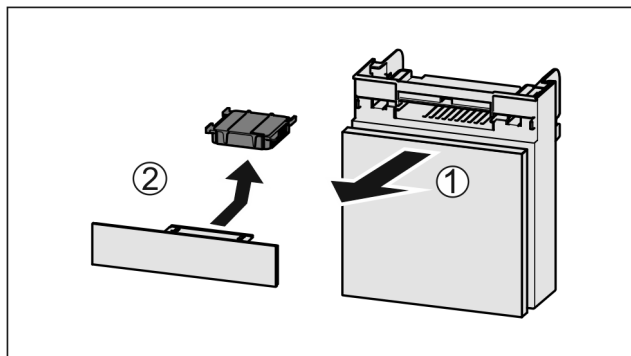

Fig. 225
- Dra ut Fig. 225 (1) lådan framåt.
- Ta ut Fig. 225 (2) aktivtkolfiltret.